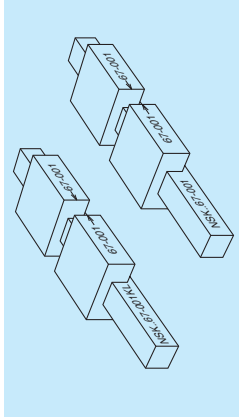

图 10.30 2 根导轨公称型号不同时
- 但是，即使由 2 根以上导轨组成一套使用时，有时公称型号并不相同，这时产品编号一定是相同的。这时将滑块从导轨上拔出时，往往会搞不清楚哪个滑块与哪个导轨组合，所以不得以分离滑块和导轨时，请一定对此多加注意 (图 10.30)。